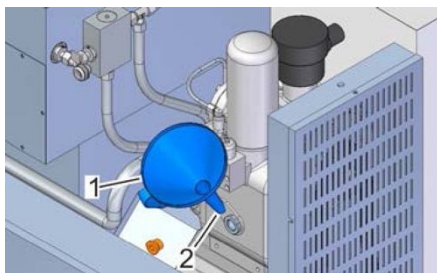

Рис. 37: Заправочный патрубок
8. ➔ С помощью воронки (Рис. 37/1) залейте охлаждающую жидкость до соответствующего уровня заправочного патрубка (Рис. 37/2).